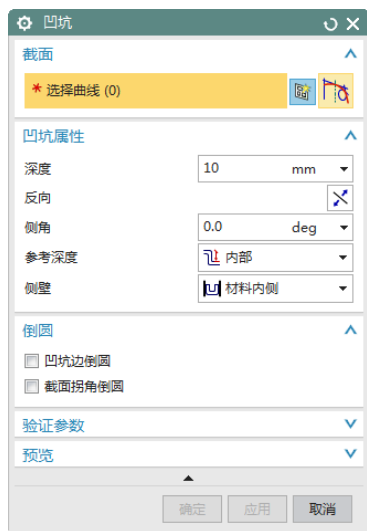

图 11-204 “凹坑”对话框
(1) 选择“菜单(M)”→“插入(S)”→“冲孔(H)”→“凹坑(D)”，或者单击“主页”选项卡“凸模”面组上的“凹坑”按钮 ，打开如图 11-204 所示的“凹坑”对话框。